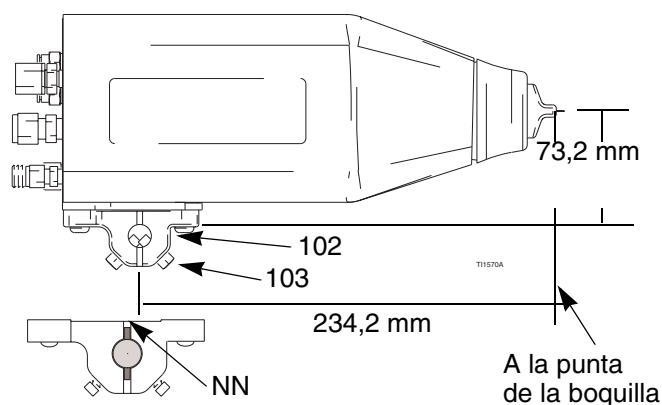

Fig. 4. Abrazadera de montaje
1. Afloje los dos tornillos de fijación (103) del soporte de montaje y deslice el soporte (102) sobre una varilla de montaje de 13 mm (1/2 pulg.). Vea Fig. 4.
Para mayor fiabilidad en la instalación, introduzca un pasador de posición de 3 mm (1/8 pulg.) en la ranura (NN) del soporte y a través del orificio de la varilla. Vea el detalle en Fig. 4.